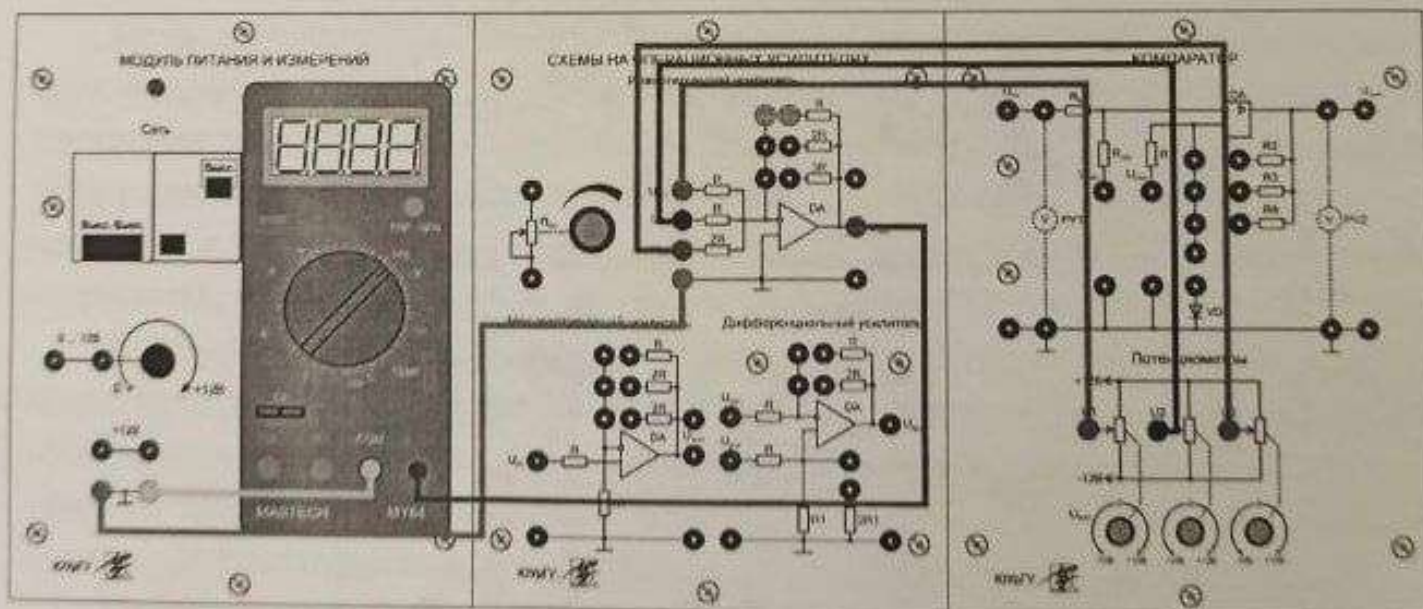

Рис. 5.5. Схема соединений лабораторных модулей для изучения инвертирующего усилителя
1.3. Согласно рис. 5.5 выполнить электрические соединения модулей для изучения инвертирующего усилителя. **Монтаж схемы производить при отключенном питании.**